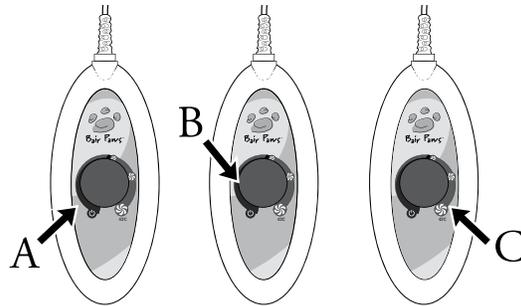

Abbildung 7. Temperaturregler
7. Zum Zurücksetzen des Alarms den Temperaturregler AUSSCHALTEN (Position A; Abb. 7). 10 Sekunden warten.
8. Den Temperaturregler auf Position B einstellen (Abb. 7). Nach einigen Minuten sollte die Temperatur des Thermoelements wieder die Umgebungstemperatur erreicht haben.